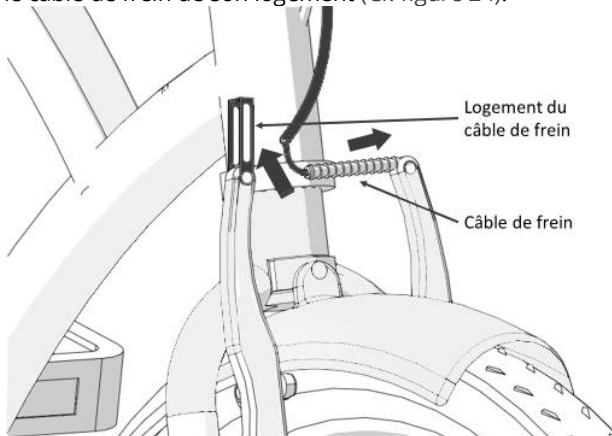

Figure 24 - Déconnexion du frein avant de votre vélo
- Si votre vélo est équipé de frein sur jante, pour retirer le système de freinage au niveau de la roue, sortez le câble de frein de son logement (Cf. figure 24).